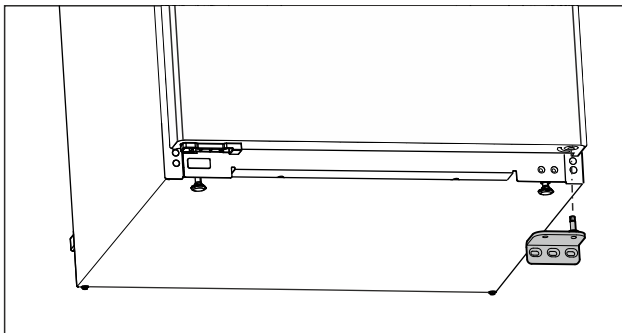

Fig. 13
- ▶ Vegye le lefelé a csapágybakot. (lásd Fig. 13)